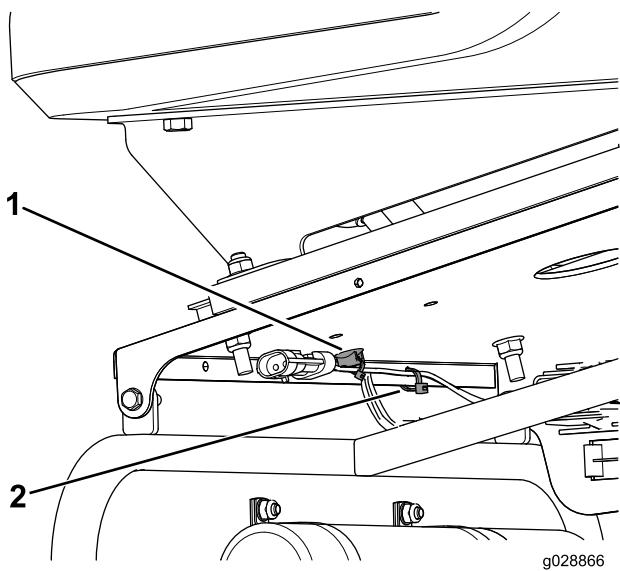

Figura 11
11. Instale el taco con brida en el taladro de la parte inferior de la base del asiento (Figura 11).
12. Utilice las bridases para sujetar los cables al tirante del soporte del asiento y a la parte delantera de la chapa del asiento (Figura 11).